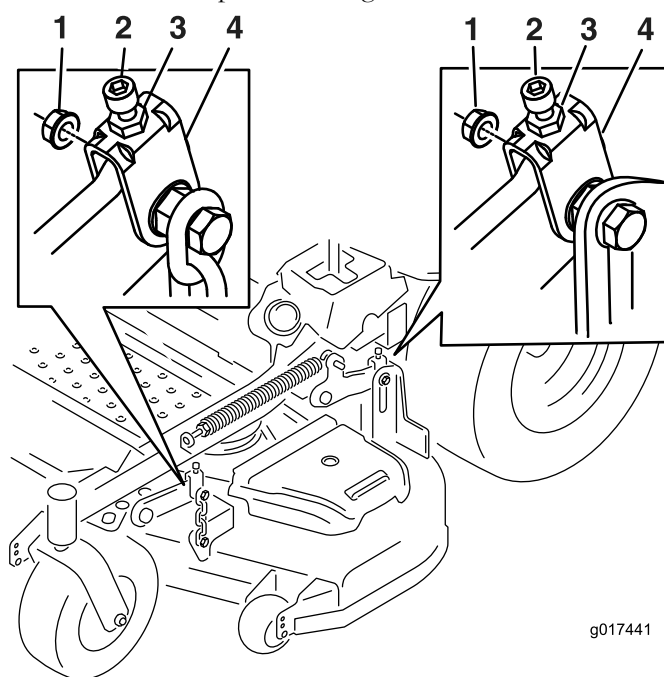

Figura 71
10. Se necessario, allentate il dado whizlock sul lato della forcella e il controdado sulla parte superiore. Mettete a punto il regolatore a vite girandolo fino a guadagnare un'altezza di 7,6 cm (vedere Figura 71).
16. Mettete a punto il regolatore a vite girandolo fino a guadagnare un'altezza di 83 cm (Figura 71).